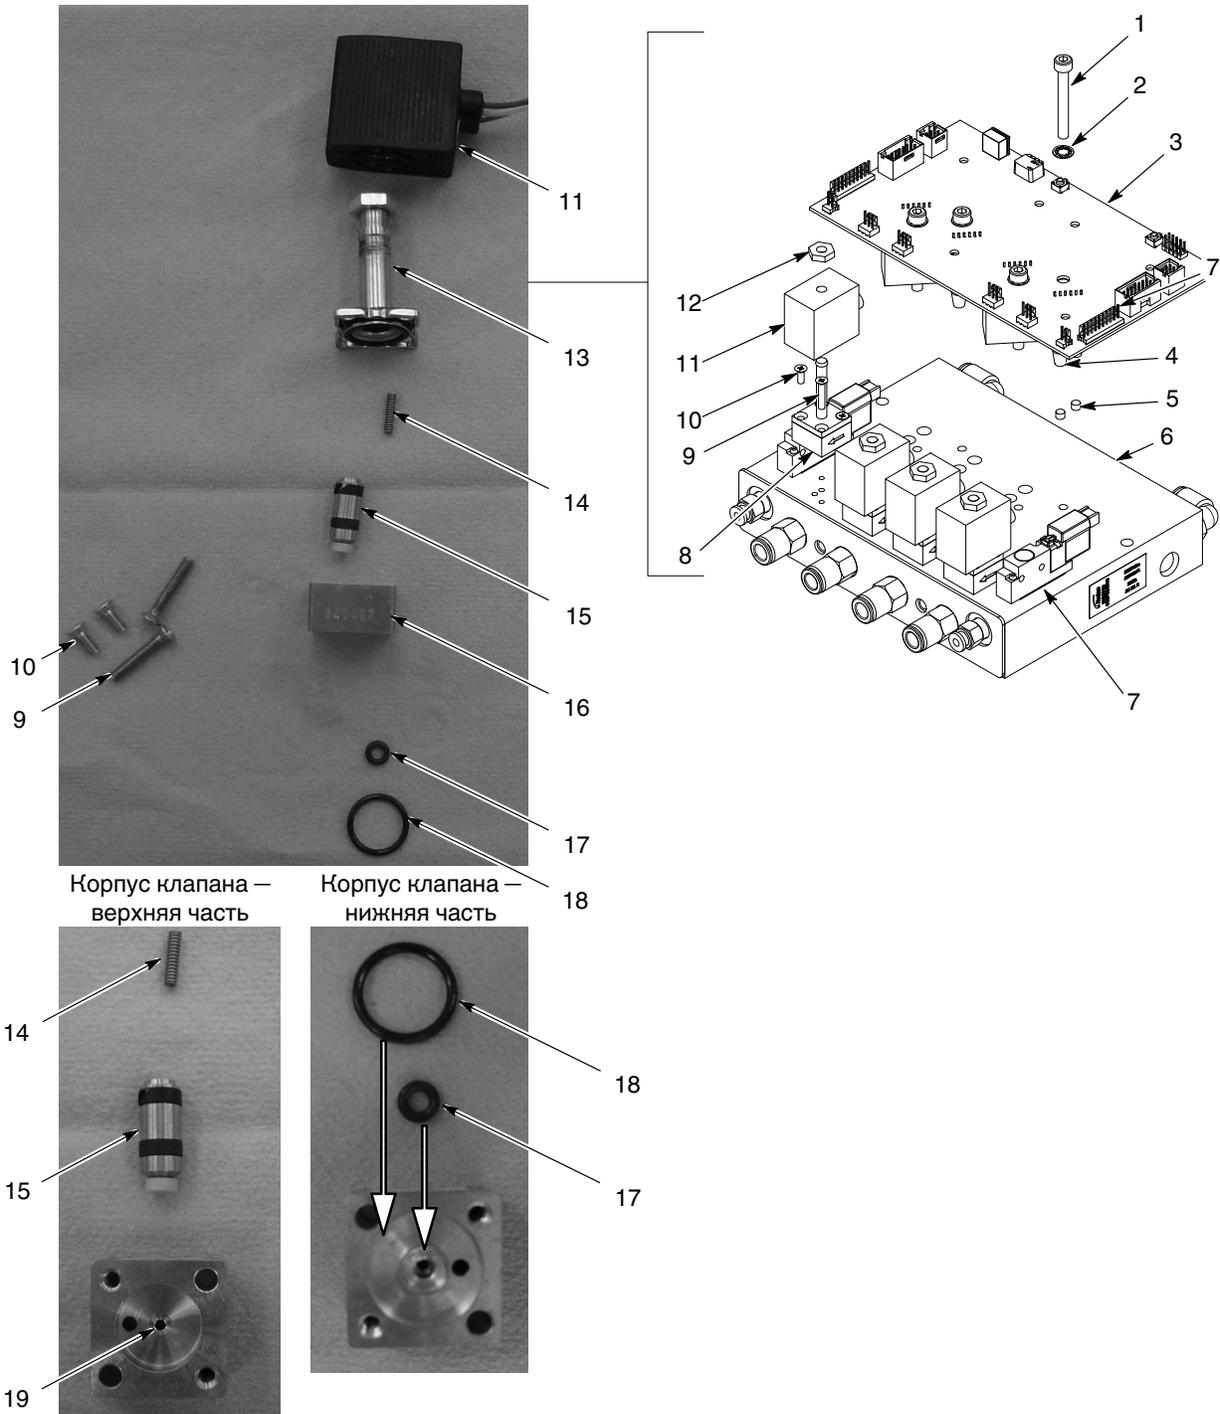

Рис. 6-13 Очистка и ремонт модуля iFlow
См. рис. 6-13. Подача загрязненного воздуха может привести к неполадкам в работе пропорционального клапана (8). При разборке и очистке клапана руководствоваться следующими инструкциями.
1. Отсоединить проводку катушки (11) от печатной платы (3). Отвернуть гайку (12) и снять катушку с пропорционального клапана (8).
2. Вывернуть два длинных винта (9) и снять пропорциональный клапан с коллектора.
См. рис. 6-13. Для снятия электромагнитных клапанов воздуха распылителей (7) вывернуть два винта из корпуса клапана и снять клапан с коллектора.
См. рис. 6-13.